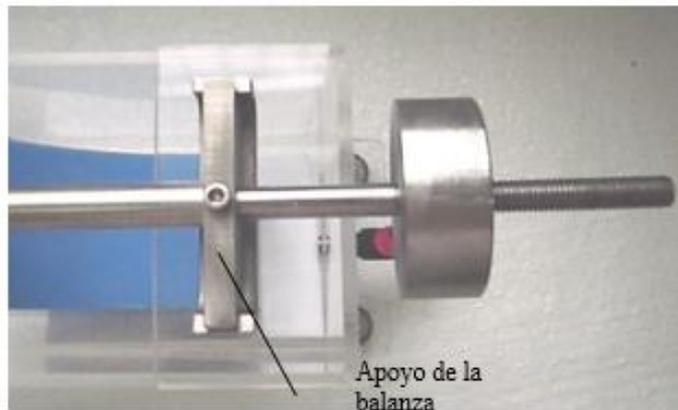
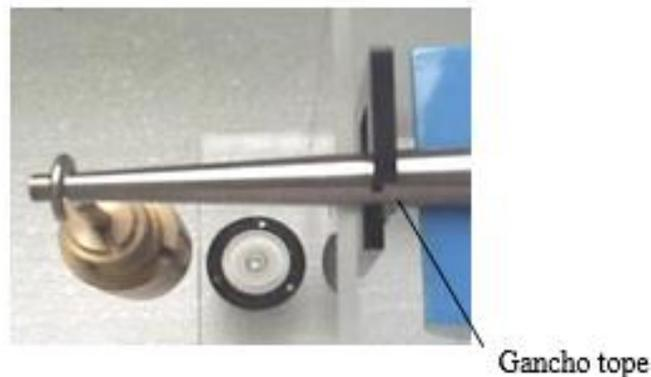

Figura 24
Figura 25
3. Con el depósito emplazado sobre el Banco o Grupo Hidráulico, colocar el brazo basculante sobre el apoyo (perfil afilado, ver **Figura 24**). Colgar el platillo al extremo del brazo (ver **Figura 25**).